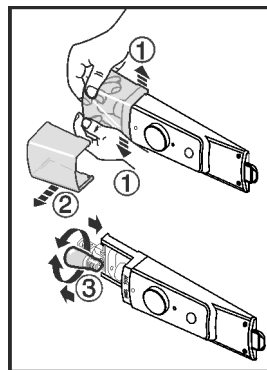

Fig. 11
- ▶ Extindeți apărătoarea lămpii dinspre interior, conform figurii, în partea din față Fig. 11 (1) și extrageți-o în lateral Fig. 11 (2).
- ▶ Înlocuiți lampa. Fig. 11 (3)